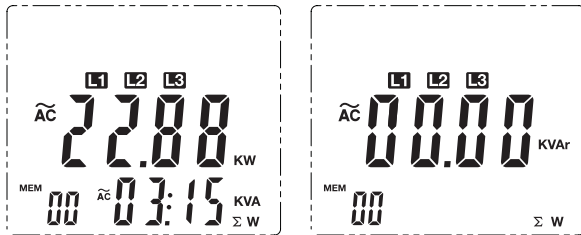

Figure 9
12. Après l'enregistrement de la valeur de mesure de puissance en kW pour la troisième phase, appuyez et maintenez enfoncée la touche  $\Sigma$  pendant 1 seconde *ij* pour afficher le 3 phase somme de kW sur l'affichage principal et kVA sur l'écran secondaire. (figure 9)
9. Après l'enregistrement de la valeur de mesure de puissance en kW pour la phase L3, maintenez enfoncée la touche pendant  $\Sigma$  1 seconde ij pour afficher le 3 phase somme de kW sur l'affichage principal et kVA sur l'écran secondaire. (figure 9)
pour la Figure 9 : pour 3-wire  $\Sigma w = W1 + W3$